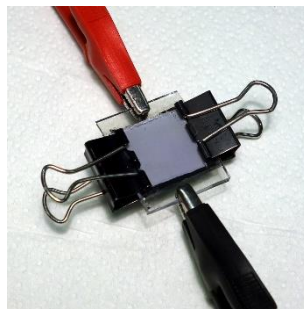

Abbildung 5
7. Kontaktiere die Solarzelle mit den Krokodilklemmen (Graphit-Elektrode am positiven Pol, TiO_2 -Elektrode am negativen Pol wie in Abb. 5)